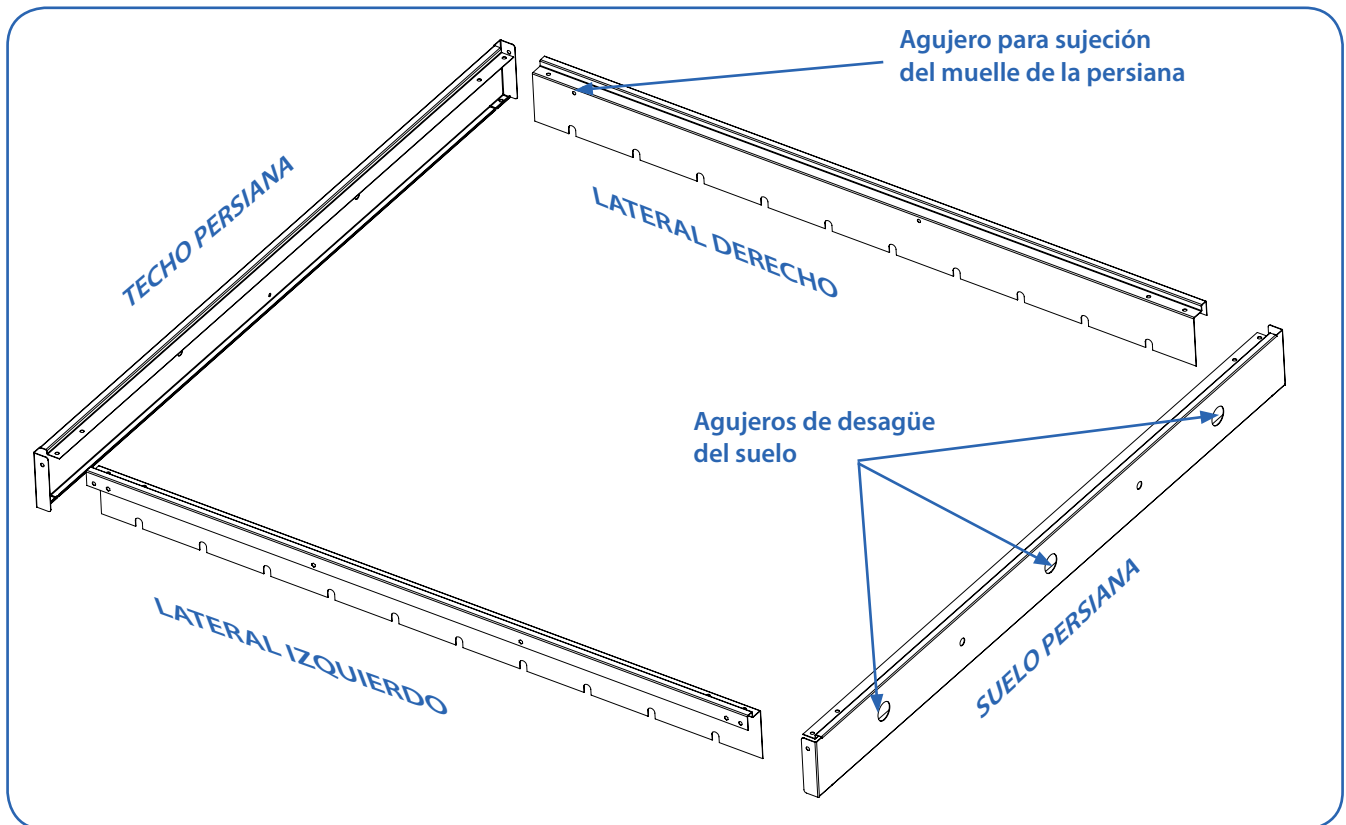

Fig. 02. Colocación del techo, del suelo y de los laterales para proceder a ensamblarlos.
Montar perimetralmente los dos laterales [03] y [04], con el suelo [02] y el techo [01]. Prestar especial atención a la colocación tanto del techo, del suelo y de los laterales, ya que todos ellos tienen una posición determinada (Fig. 02).
- Para diferenciar el lado derecho del izquierdo, consideraremos que la persiana se mira de frente por el lado de las lamas. Comenzaremos el ensamblaje de la estructura por la parte posterior de la persiana, y la zona de inserción de las lamas apoyada en el suelo (Fig.02).
- No confundir techo y suelo. Para identificarlos deben fijarse en los agujeros de desagüe que están realizados en el suelo, (Fig.02).
- Los agujeros de los laterales, donde posteriormente se montarán los muelles de la persiana, quedan más próximos al techo que al suelo (Fig.02).